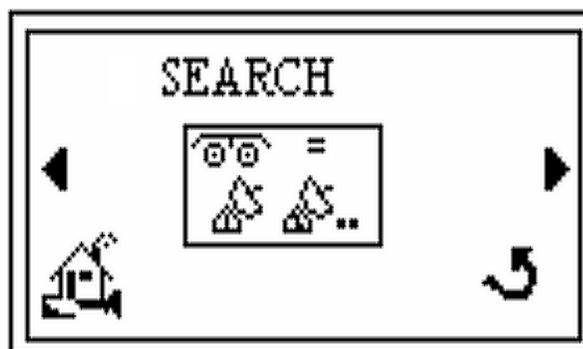

Figure 2-22 Ecran de recherche
5. Presser **▶** et l'écran de *Recherche* apparaît (Figure 2-22).